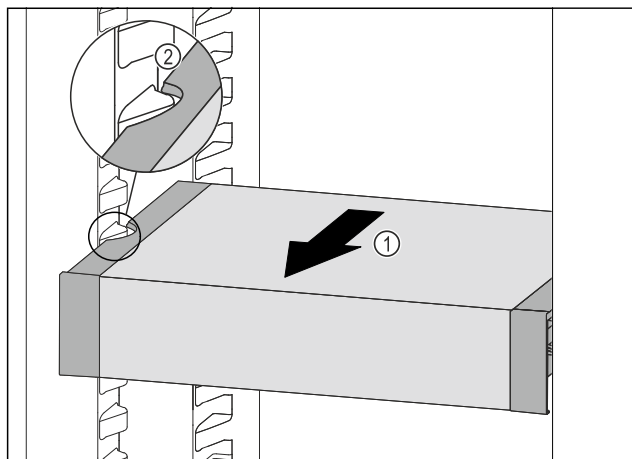

Fig. 136
- ▶ Húzza előrefelé a VarioSafe fiókot annyira Fig. 136 (1), hogy a VarioSafe oldalsó kivágásai a hűtőrészben a tartóborða magasságában legyenek. Fig. 136 (2)